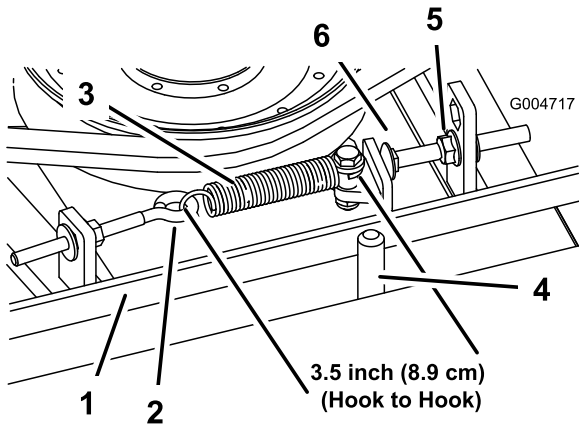

Figure 65
environ 8,9 cm $\pm$ 6,3 mm (intérieur). Lorsque le ressort est correctement tendu, ajustez le boulon de butée (boulon de carrosserie) jusqu'à obtention d'un jeu d'environ 3,2 mm $\pm$ 1,5/0,0 mm entre la tête du boulon et le bras de la poulie de tension (**Figure 65**).
Remarque: La courroie doit être placée du côté ressort du guide (**Figure 65**).
3. Desserrez le boulon à œil pour pouvoir enlever le ressort d'extension (**Figure 65**).
Remarque: Reculez l'écrou suffisamment pour que le bras de la poulie de tension passe le boulon de butée (**Figure 65**). Éloignez la poulie
11. Raccrochez le ressort d'extension (**Figure 65**) au boulon à œil et tendez la courroie comme suit :